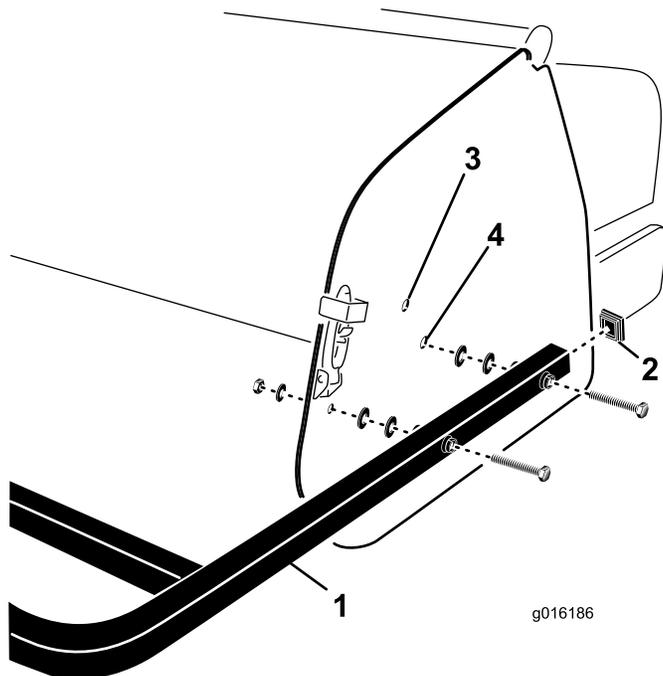

Figure 29
1. Insérez les obturbateurs d'extrémité au bout des tubes de déflecteur arrière (Figure 29).
2. Alignez les trous des tubes de montage du déflecteur arrière sur les trous des plaques latérales de l'aérateur (Figure 29).
3. Fixez les tubes de montage du déflecteur aux plaques latérales avec (4) vis, rondelles plates et écrous (Figure 29).